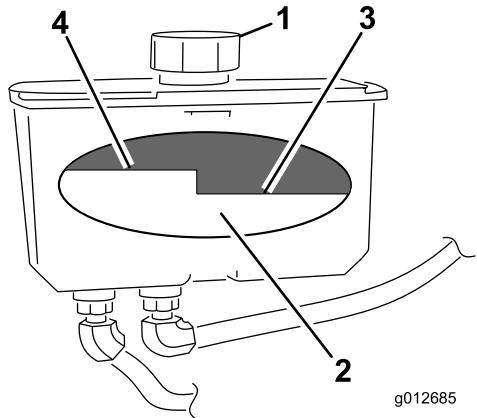

図 72
4. 油圧オイル・タンクの注油口と首の周辺をきれいに拭く（図 72）。
5. 給油口からキャップを取り、タンクの中をのぞいてオイルの量を確認する(図 72)。
**注** オイルが暖かいときには、バッフルの一番上のレベルまでオイルがあることが必要です(図 72)。